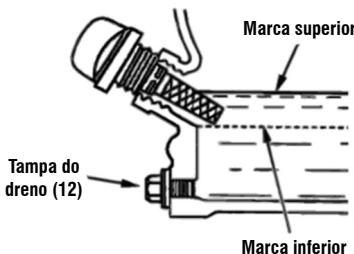

Fig. 8 – Nível de óleo
- Retire novamente a vareta e faça a leitura (fig. 8);